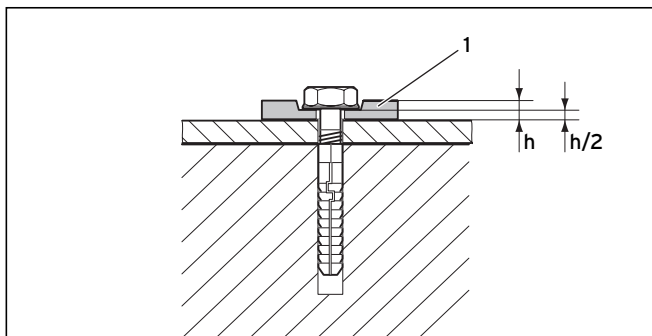

Рис. 4.32 Крепление с помощью гибких подкладных шайб
Для компенсации расширения материала обязательно используйте 4 гибкие подкладные шайбы (1). Запрессуйте подкладные шайбы на 50 %, см. рис. 4.32.